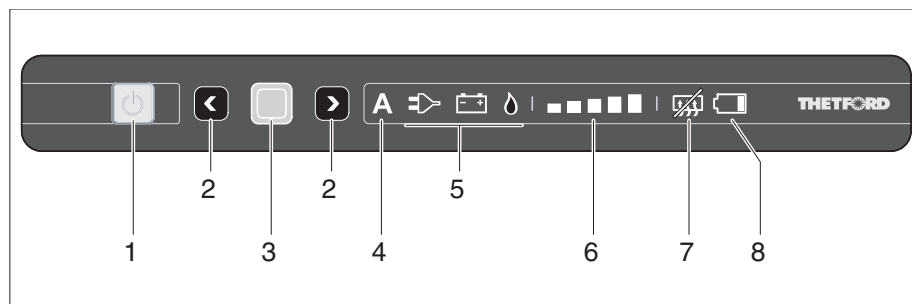

Fig. 356 Eléments de commande et d'affichage pour le réfrigérateur (Thetford sans SES)
- Appuyer sur la touche (Fig. 356,1).
- Enfoncer le bouton-poussoir (Fig. 356,1) et le maintenir enfoncé. Toutes les lampes s'éteignent.
Si le mode automatique est sélectionné, l'affichage de mode automatique (Fig. 356,4) et le meilleure source disponible (Fig. 356,5) s'allument au panneau de contrôle.
- Enfoncer la touche de confirmation (Fig. 356,3) et la maintenir enfoncée. Les symboles de modes de fonctionnement (Fig. 356,5) commencent à clignoter.
- Avec les touches de sélection (Fig. 356,2), sélectionner le régime au gaz et accepter la sélection avec la touche de confirmation (Fig. 356,3).
- Avec les touches de sélection (Fig. 356,2), sélectionner le régime 230 V et accepter la sélection avec la touche de confirmation (Fig. 356,3).
- Avec les touches de sélection (Fig. 356,2), sélectionner le régime 12 V et accepter la sélection avec la touche de confirmation (Fig. 356,3).
- Appuyer à nouveau sur la touche de confirmation (Fig. 356,3). L'affichage de niveau de refroidissement (Fig. 356,6) commence à clignoter.
- Avec les touches de sélection (Fig. 356,2), sélectionner le niveau de refroidissement désiré et accepter la sélection avec la touche de confirmation (Fig. 356,3).